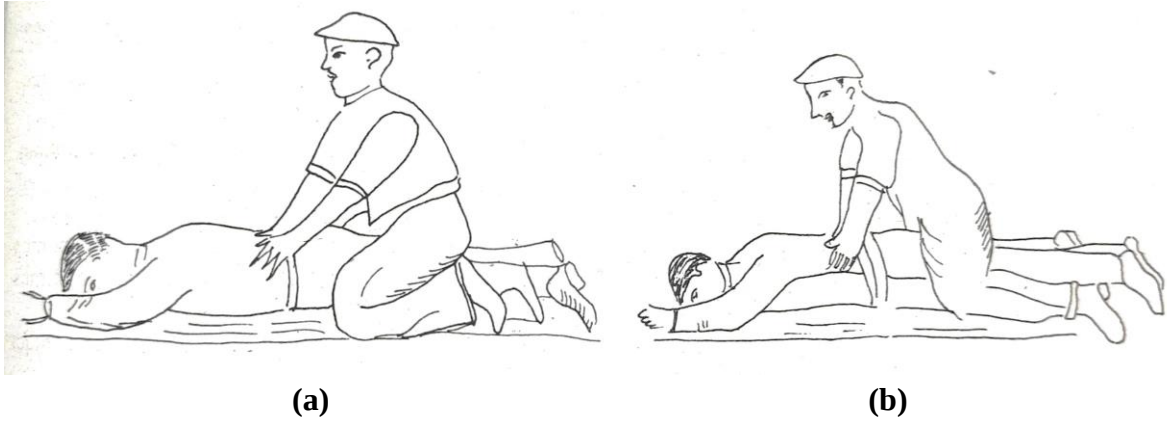

Fig 1.2: आर्टिफिशियल रेस्पिरेशन: मेथड – 1 (Artificial Respiration: Method -1.)
- हात स्ट्रेट (Straight) ठेवून, हळूहळू पुढे झुका आणि तुमच्या शरीराचे वेट (Weight) पेशंटवर आणा. हे प्रेशर (Pressure) साधारण वन सेकंद (1 Second) ठेवावे (Fig. 1.2(a)). यानंतर, तुमचे
शरीर मागे स्विंग (Swing) करून सुमारे श्री सेकंद (3 Seconds) सगळे प्रेशर सोडा, पण हात पेशंट वरून लिफ्ट (Lift) करू नका (Fig. 1.2(b)).